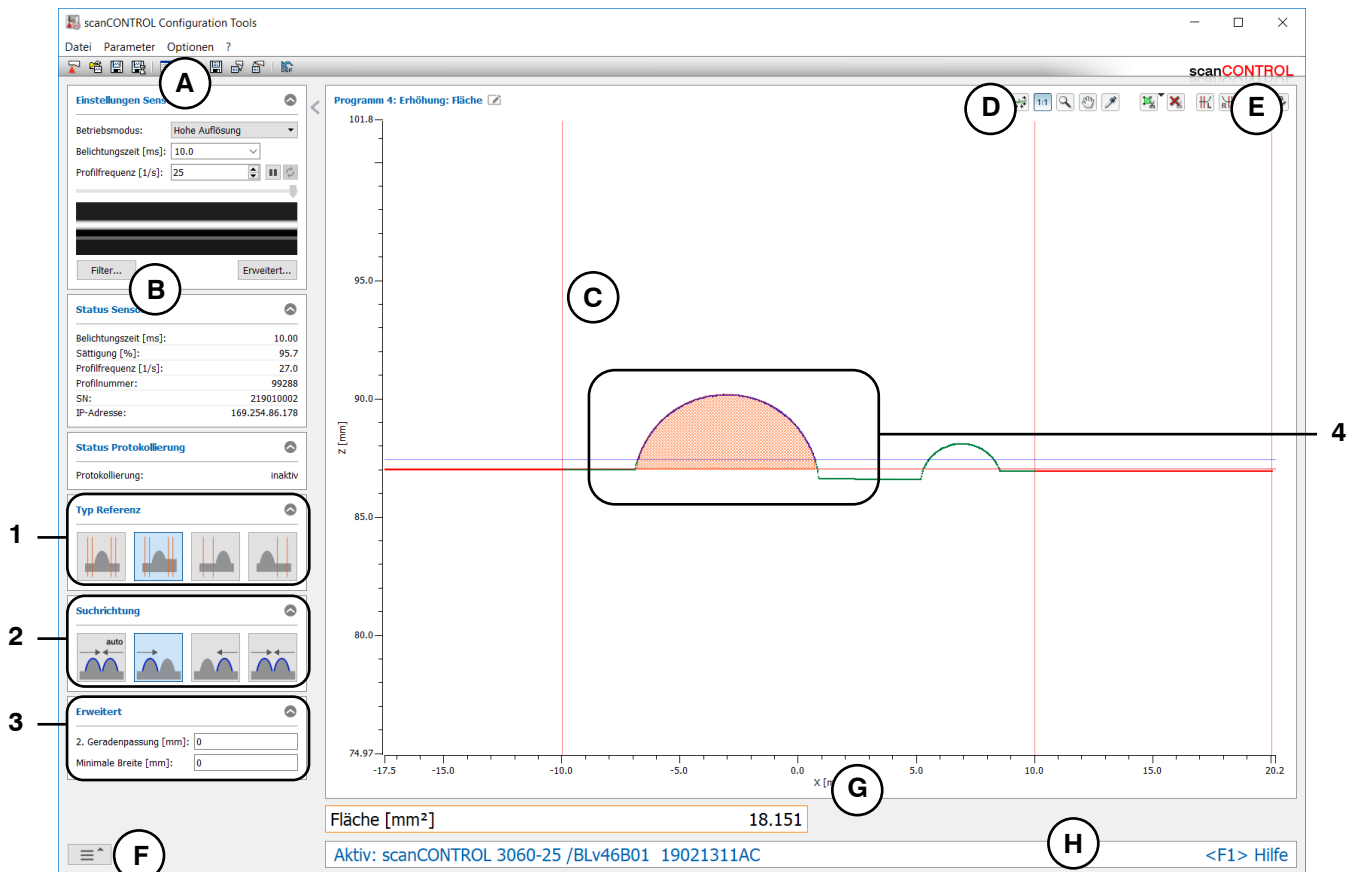

Abb. 4.30: Messprogramm „Erhöhung Fläche“
- Definieren Sie den Typ der Erhöhung (siehe Abb. 4.30 und Kap. 3.13.1):